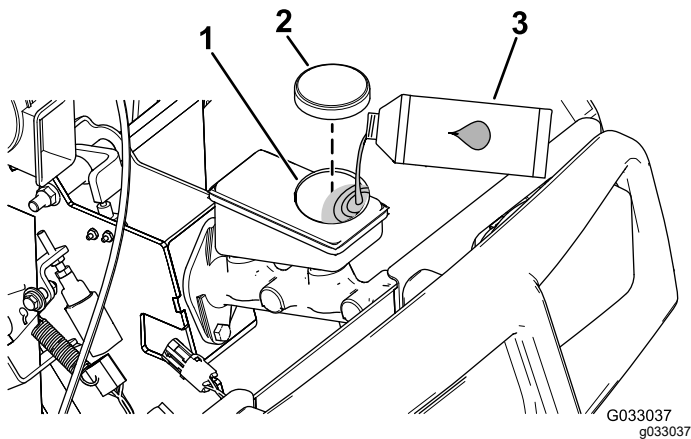

Figura 64
4. Levante el capó para acceder al cilindro del freno principal y al depósito (Figura 64).
- A. Limpie la zona alrededor del tapón del depósito y retire el tapón (Figura 64).
- C. Coloque el tapón del depósito (Figura 64).